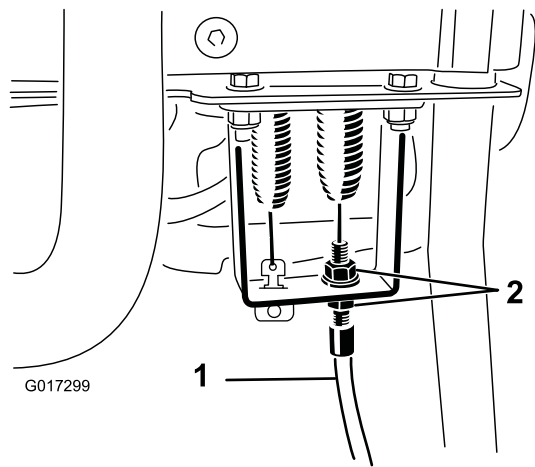

Figura 50
4. En el soporte de pasamuros de la palanca de control, afloje el cable de control del molinete hasta que haya holgura en el cable (Figura 50).